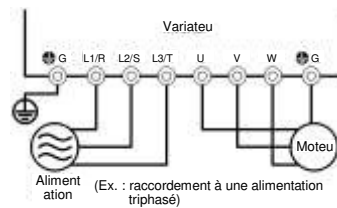

Figure 4.1 Raccordement des bornes du circuit principal
- (1) Vérifiez le raccordement vers les bornes d'entrée d'alimentation (L1/R, L2/S et L3/T ou L1/L et L2/N) et les bornes de sortie du variateur (U, V et W). Vérifiez également que les câbles de mise à la terre sont correctement raccordés aux bornes de mise à la terre. Cf. figure 4.1.